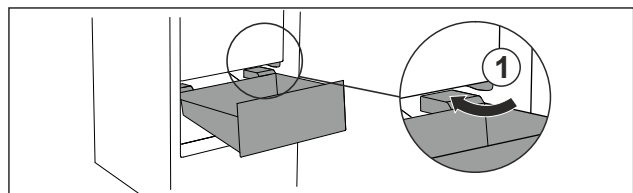

Fig. 69
- Far passare il cassetto intorno ai fermi Fig. 69 (1) inclinandolo.